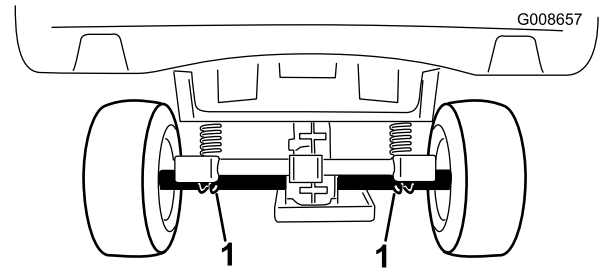

Figura 22
- O ponto de elevação traseiro encontra-se por baixo das bainhas do diferencial (Figura 22).